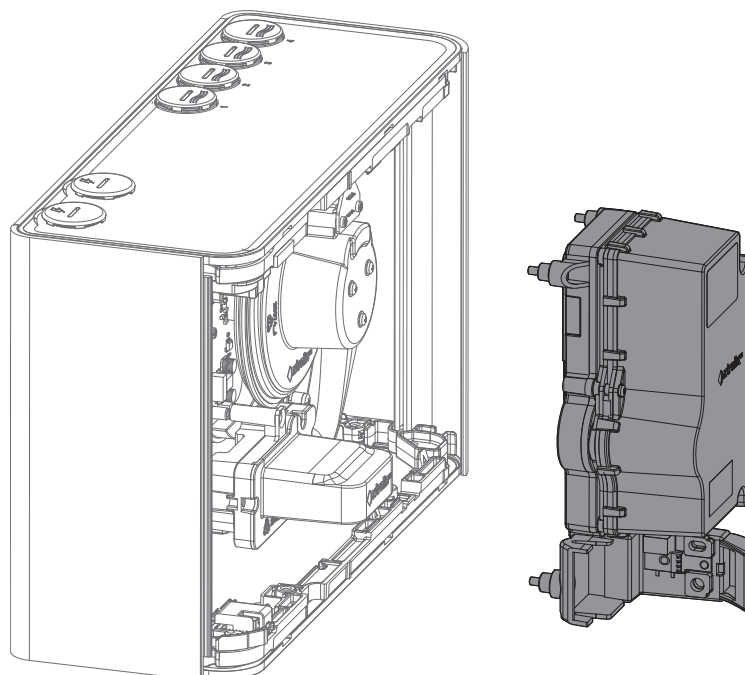

Figure 7-16: Retirer la chambre de la base du détecteur
4. Retirez la chambre de la base du détecteur (Figure 7-16).